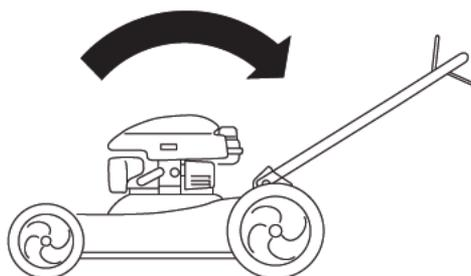

Figura 2
1. Mueva con cuidado el mango superior hacia delante hasta que las mitades del mango estén en línea y juntos (Figura 2).